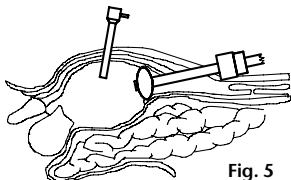

Fig. 5
5. Una vez que el espacio extraperitoneal se encuentra correctamente dilatado, y una vez desconectada la bomba de balón, se purga el aire del balón de dilatación (bilateral) retirando el endoscopio y abriendo la llave de inflado. Si es necesario, también puede utilizar la conexión de aspiración negra de la bomba de balón para evacuar el aire. A continuación, retire con cuidado el sistema de balón de dilatación (bilateral) de PAJUNK®, deséchelo de manera adecuada y sustitúyalo por un sistema de trocar de PAJUNK®, un sistema de balón estructural o de anclaje anular de PAJUNK® o cualquier otro instrumento adecuado. (Fig. 5)